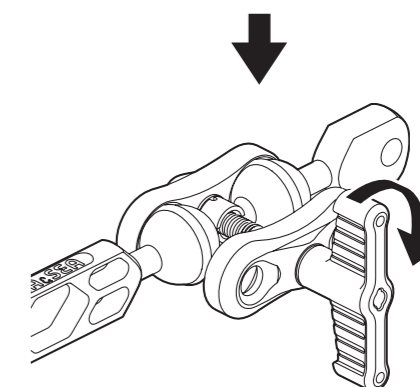

図2
2. ダブルボールアームやストロボヘッドなど、取り付ける角度を決め、ハンドルを時計方向に回し、固定する(図2)